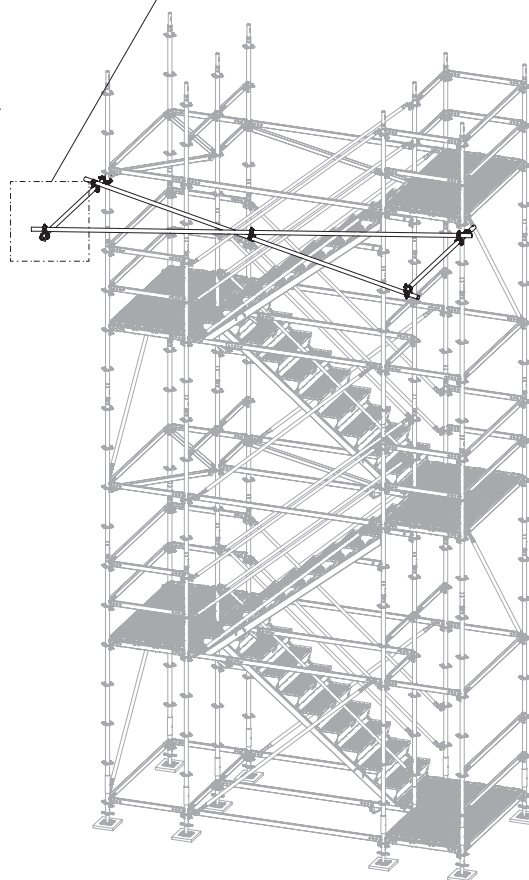

Fig. A4.03
4. Nel punto di intersezione dei tubi di impalcatura, inserire giunti girevoli per collegare i due tubi di impalcatura. (Fig. A4.03 e A4.04)